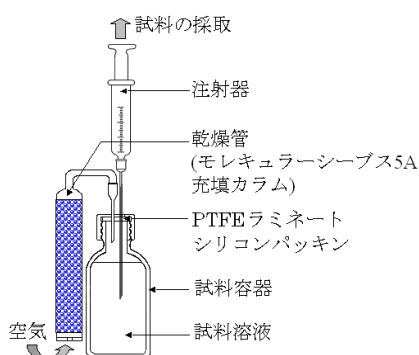

図5・1 試料採取法の概念図
- ① 注射器は良く乾燥したものを使用してください。乾燥が不十分であると試料が吸湿し、安定した測定結果が得られない可能性があります。
- ② 微量水分の測定を行うときはバックグラウンド値が高いと測定に影響しますので、バックグラウンド値が10以下になってから測定を行ってください。
- ③ 試料の吸湿を防ぐため、図5・1に示した様なバイアル瓶を使用し試料を採取することを推奨いたします。